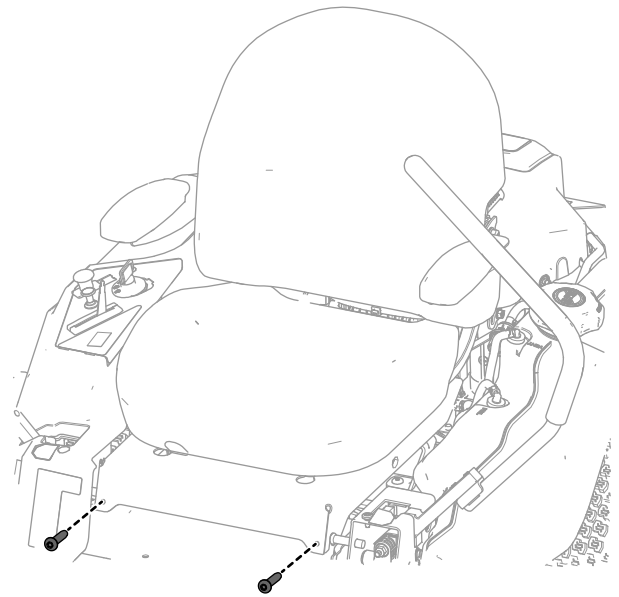

Bild 5
1. Befestigen Sie die Sitzunterteilbaugruppe mit den beiden zuvor entfernten Schrauben an der Gelenkstange (Bild 5).